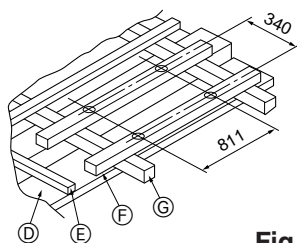

Fig. 2-4
### (MM) ① Деревянные конструкции (Fig. 2-4)